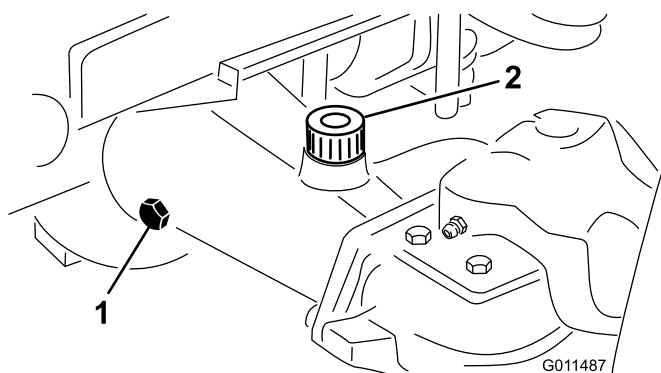

図 60
2. アクスルの一方の端部から点検用プラグを抜き、穴の高さまで潤滑油があることを確認する 図 60。